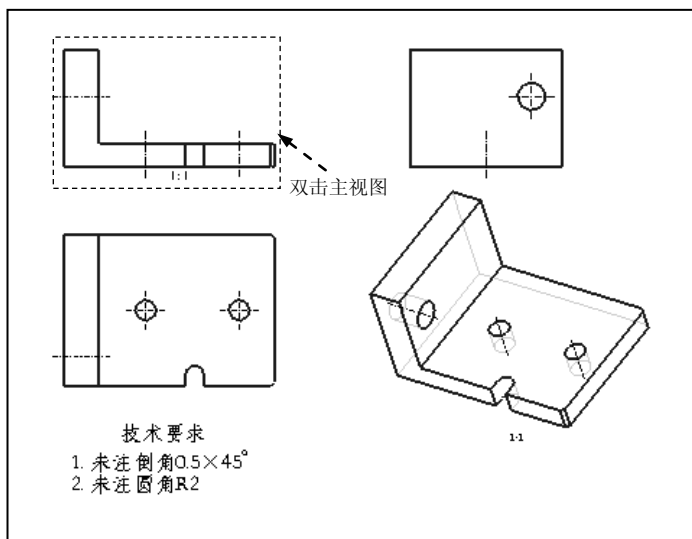

图 9.3.1 选择添加 Z 方向修剪的视图
Step2. 双击图 9.3.1 所示的主视图，系统弹出“绘图视图”对话框。